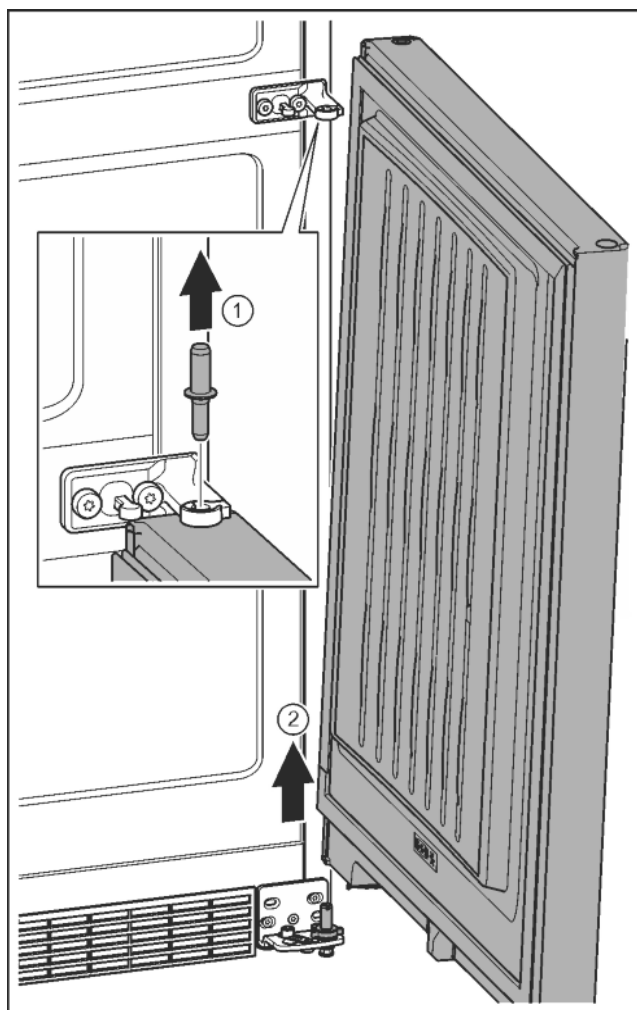

Fig. 11
- ▶ Estrarre il perno verso l'alto. *Fig. 11 (1)*
- ▶ Ruotare la porta per estrarla sollevandola e sistemarla da parte. *Fig. 11 (2)*